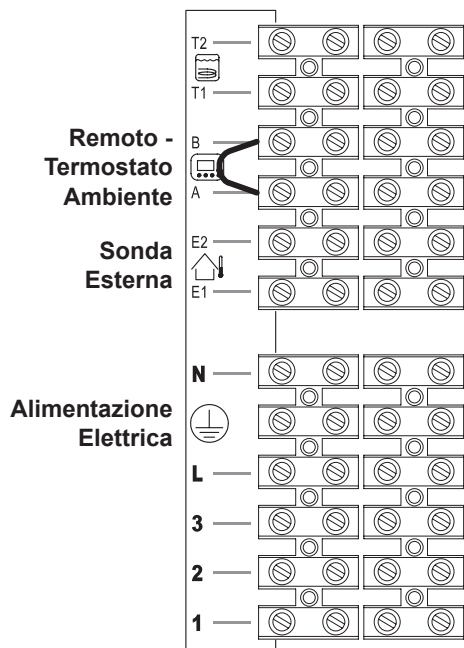

Figura 5.24
Per il collegamento della sonda esterna servirsi dei morsetti indicati in Figura 5.24.
Per il collegamento del remoto servirsi dei morsetti indicati in Figura 5.24.
**Il ponticello elettrico presente tra "A e B" va tolto** Figura 5.24.